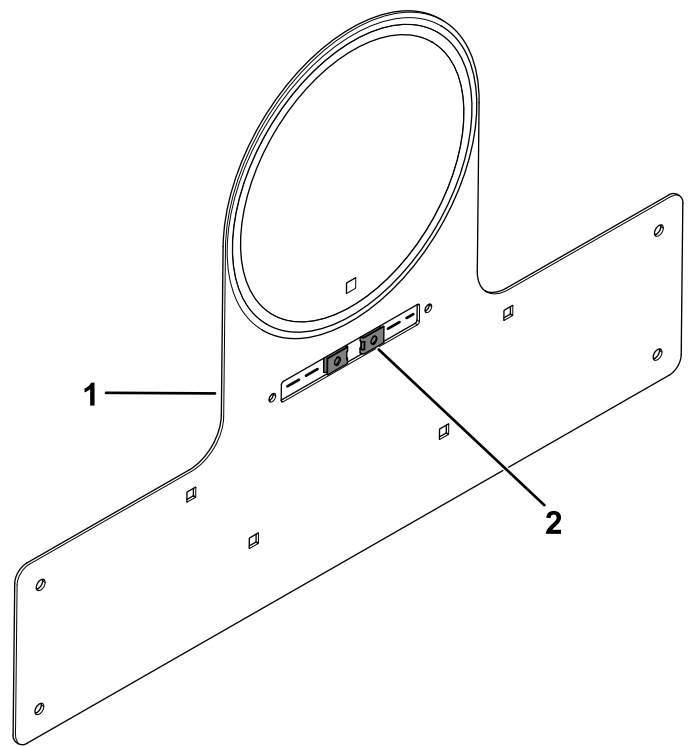

Figura 26
6. Instale as duas porcas de velocidade na montagem da placa de velocidade (Figura 26).